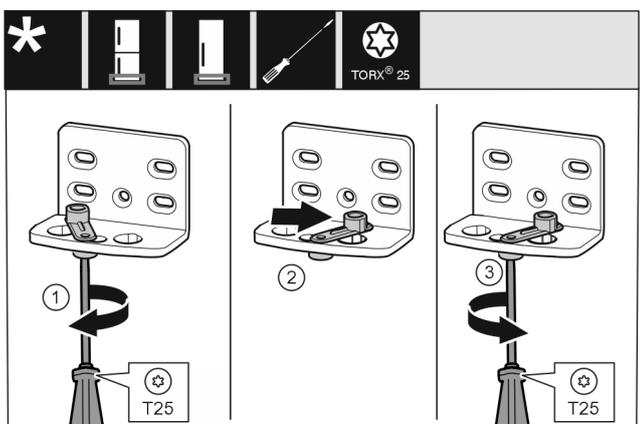

Fig. 11
- ▶ Visser la vis sans serrer avec un tournevis T25. *Fig. 11 (1)*
- ▶ Soulever le ressort de fermeture et le tourner de 90° à droite dans l'alésage. *Fig. 11 (2)*
- ▶ Serrer la vis avec un tournevis T25. *Fig. 11 (3)*